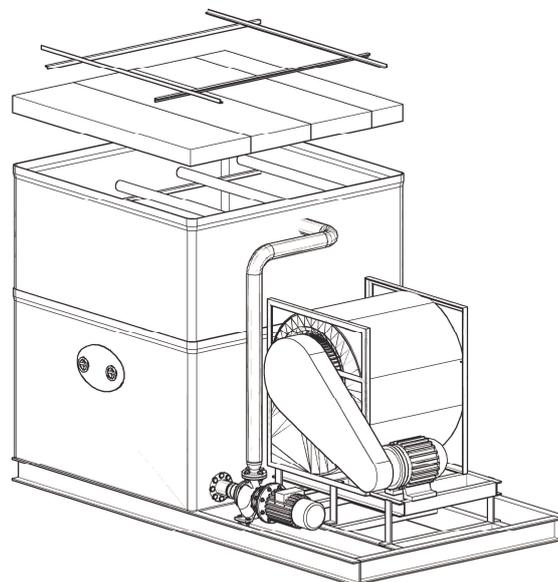

Fig. 13
- b) Cleaning or substituting the eliminator: This operation shall be made through the upper part of the condenser, withdrawing the upper supports of the separator (fig. 13).
- b) Nettoyage ou remplacement du séparateur: Le remplacement du séparateur sera réalisée à partir de la partie supérieure du condenseur, en retirant les tranches supérieures du séparateur (fig. 13).
- b) Limpieza o sustitución del separador: La sustitución del separador se realizará por la parte alta del condensador, retirándose los soportes superiores de dicho separador (fig. 13).